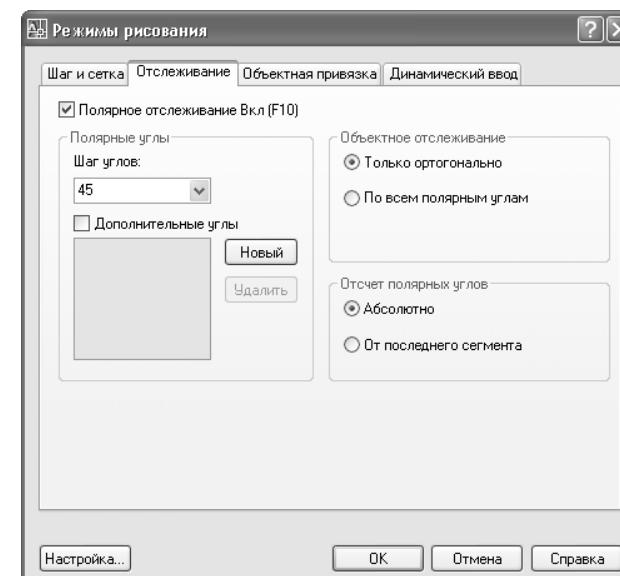

Рис. 5.11 ▼ Вкладка **Отслеживание** (Polar Tracking) диалогового окна **Режимы рисования** (Drafting Settings)
3. В появившемся окне **Режимы рисования** (Drafting Settings) перейдите, если нужно, на вкладку **Отслеживание** (Polar Tracking), раскройте в группе **Полярные углы** (Polar Angle Settings) список **Шаг углов** (Increment angle) и выберите из него значение **45**, как показано на рис. 5.11.